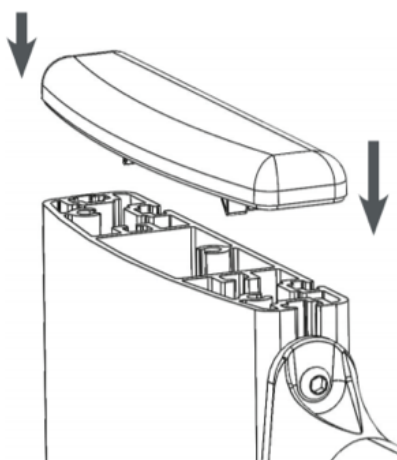

图 7 – 压制架盖帽的放置
2. 按压压制架盖帽，将其插入压制架轨道的顶部。请参阅下方图 7。